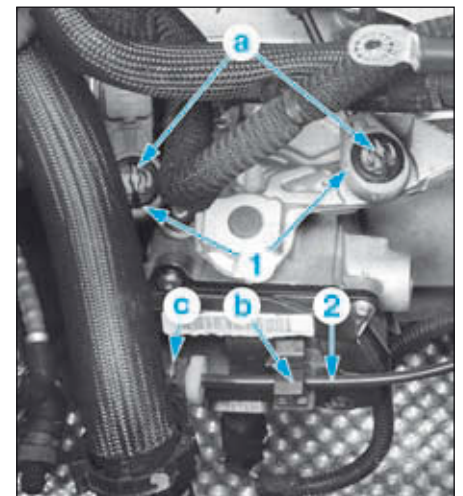
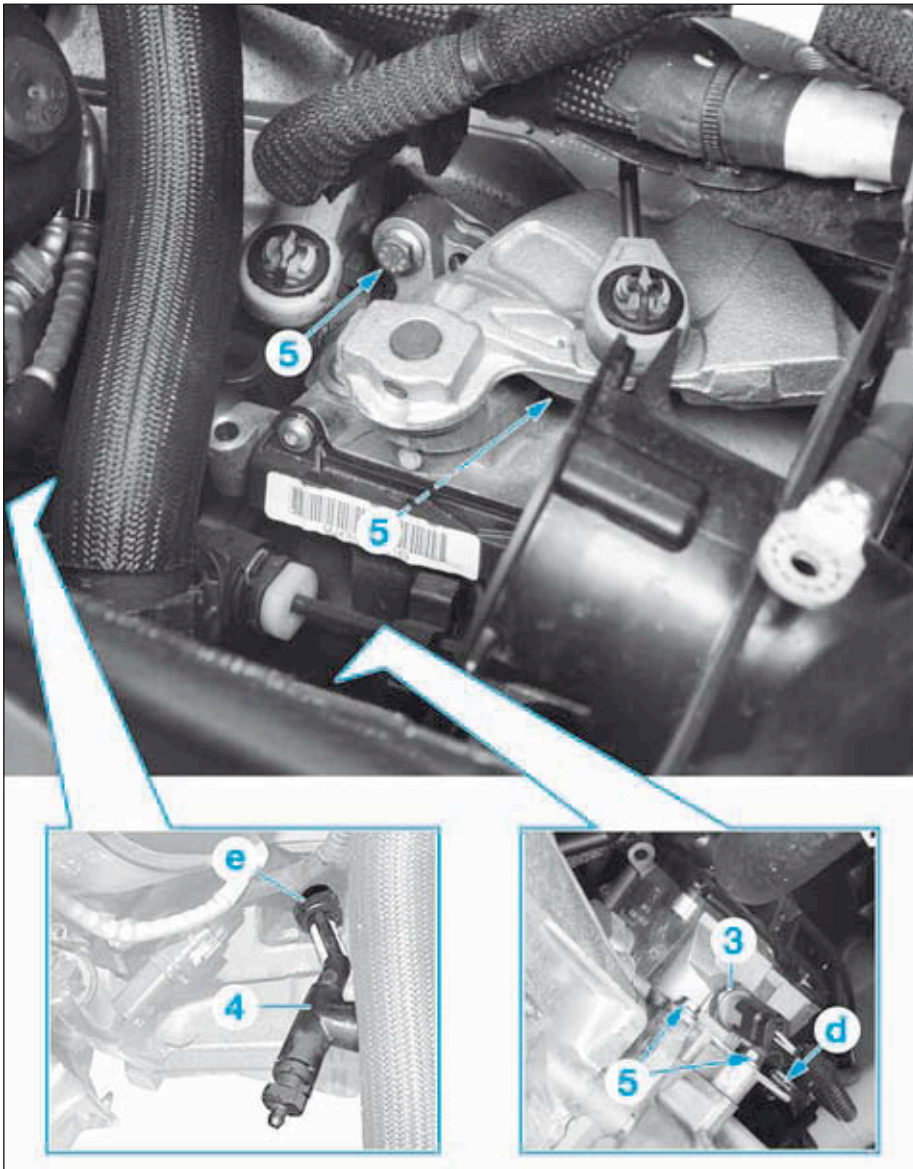

FIG.14
FIG. 15
- Désaccoupler (Fig.14) :
- les rotules (1) en (a) à l'aide d'une pince à becs,
- la canalisation hydraulique (2) en (b) et (c).
- Obturer la canalisation hydraulique (2) à l'aide d'un bouchon.
- Débrancher le contacteur de feux de recul (3) (Fig.15).
- Déclipper le raccord purgeur (4) en (e).
- Déposer le raccord purgeur (4).
- Déposer les écrous de fixation (5) de module de commande de vitesses, puis le retirer.